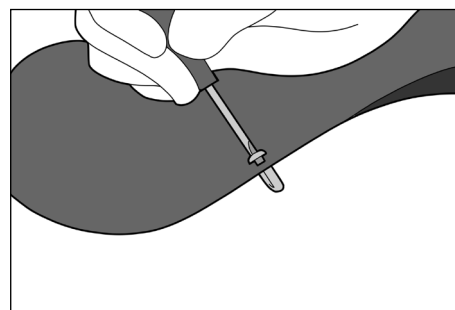

图 16
5. 使用 $\frac{1}{8}$ " 一字螺丝刀拧紧螺钉直至旋紧。(图 16)。